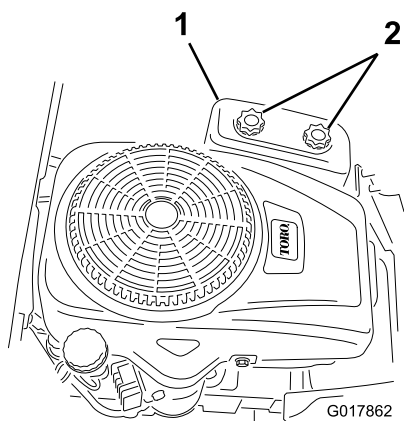

Figure 30
3. Déposez le couvercle du filtre à air en desserrant les 2 boutons (Figure 30).
3. Reposez le couvercle du filtre à air et serrez les deux boutons (Figure 30).